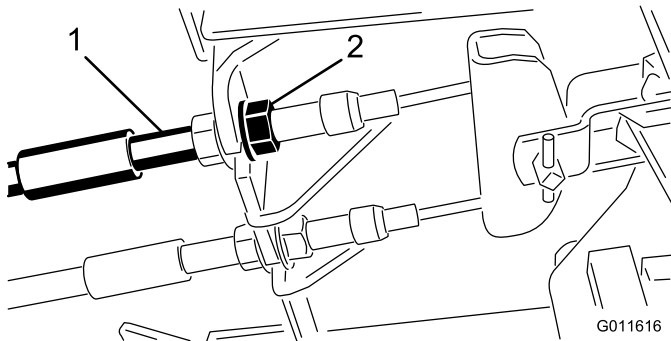

Figure 75
1. Pour réduire la garde aux pédales de frein, serrez les freins en desserrant l'écrou avant sur l'extrémité filetée du câble de frein (Figure 75).